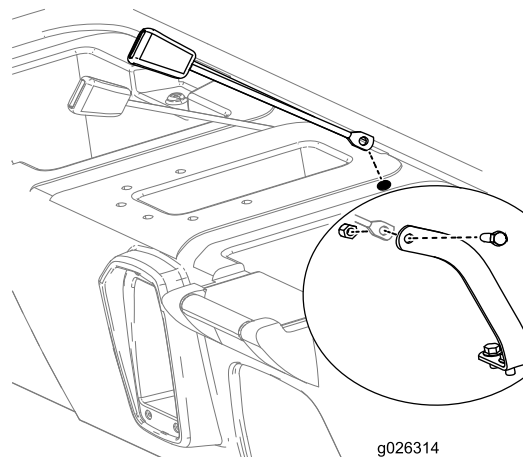

Figura 10
8. Insira o lado de montagem da extremidade recetora de cada conjunto de trinco de cinto de segurança num dos furos que realizou na base do banco (Figura 10).
9. Monte a extremidade recetora de cada conjunto de cinto de segurança em cada fixação de cinto de segurança com um parafuso (7/16 pol.) e uma porca (7/16 pol.) como se mostra na Figura 10.